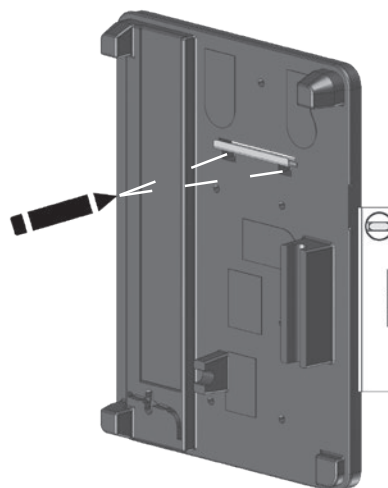
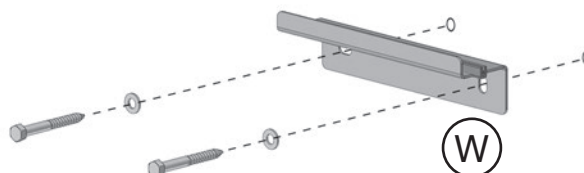

Abb. 4.3: Unterschale als Bohrschablone für Wandwinkel nutzen
Abb. 4.4: Wandwinkel an Wand befestigen
5. Unterschale (U) mit Wandwinkel (W) lotrecht an Wand anhalten, um sie als Bohrschablone zu nutzen (Abb. 4.3)
6. Zwei Löcher für den Wandwinkel (W) anzeichnen, bohren und Dübel (mitgeliefert) einsetzen.
7. Wandwinkel (W) aus der Unterschale (U) nehmen und mit zwei Schrauben M8x70 sowie Unterlegscheiben (mitgeliefert) an Wand befestigen (Abb. 4.4).